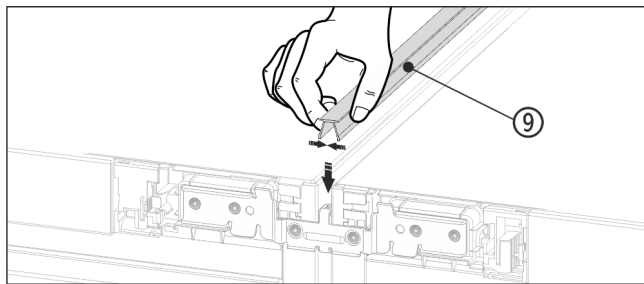

Fig. 20
- ▶ Në pjesën e sipërme, ngjishni shiritin mbulues Fig. 20 (9) të shkurtër në hapësirën horizontale.